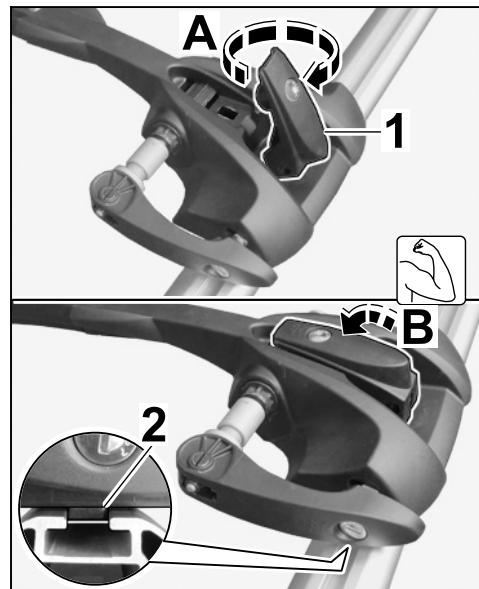

Figura 23
- 5.6.1 Girar la palanca tensora del alojamiento para la horquilla de la rueda delantera de 10 a 12 vueltas en el sentido de las agujas del reloj ( $\Rightarrow$  Figura 23 -A-).
Observar que las guías (parte inferior del alojamiento para la horquilla de la rueda delantera) entren correctamente en la ranura del soporte del sistema de transporte de techo ( $\Rightarrow$  figura 23, lupa).
- 5.6.2 Abatir la palanca tensora con fuerza hacia el alojamiento para la horquilla de la rueda delantera ( $\Rightarrow$  Figura 23 -B-).